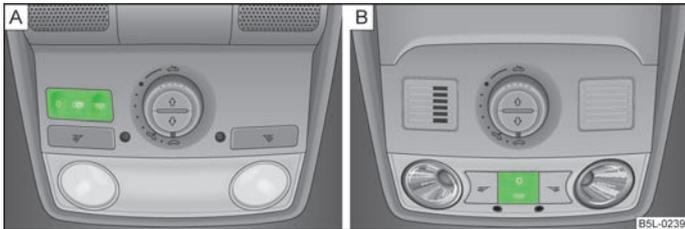

Abb. 30 Innenleuchte vorn
- › Den Schalter im Bereich des Symbols ☸ » Abb. 30 drücken.
- › Den Schalter in die Mittelstellung stellen. Bei Fahrzeugen ohne Innenraumüberwachung ist die Mittelstellung mit dem Symbol ☸ » Abb. 30 - A gekennzeichnet.